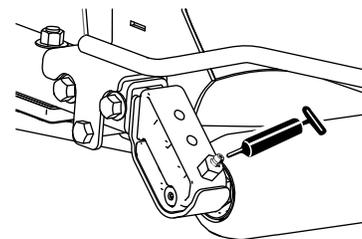

Bild 44
- 2 (pro Mähwerk) hinteres Rollenlager (Bild 44)